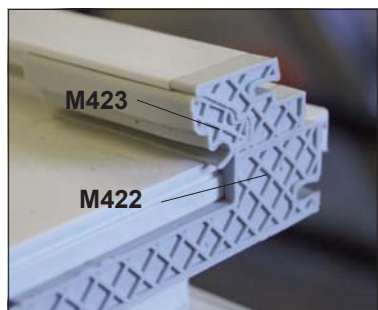

**Fig. 4** Profilo di copertura **76651** laterale
- Misurare la dimensione dell'infisso assemblato e tagliarlo (Fig. 4)